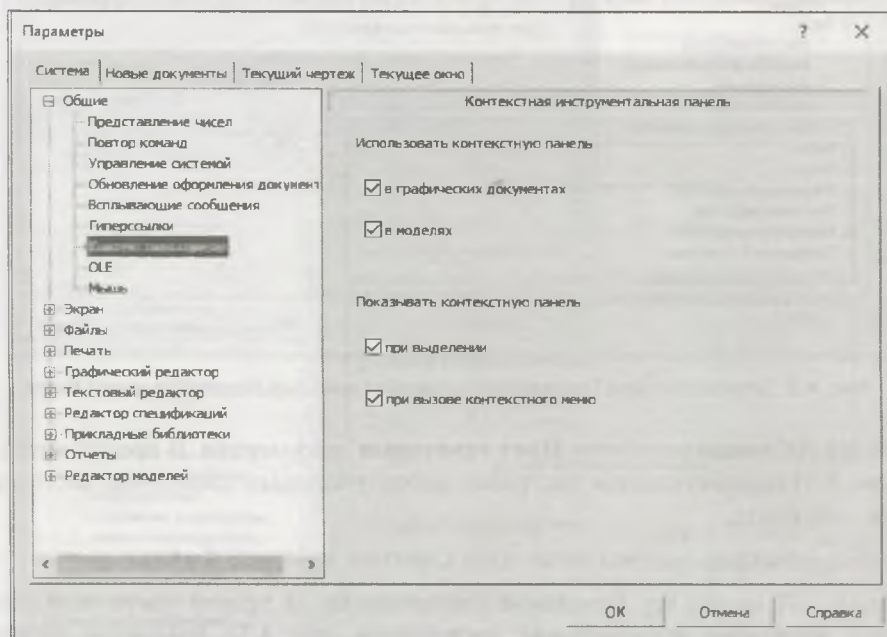

Рис. 4.4. Диалоговое окно Параметры с открытой панелью Контекстная панель
- ◆ щелкните ЛК мыши по пункту **Контекстная панель**. В правой части откроется вкладка **Контекстная инструментальная панель** (рис. 4.4). На этой панели для быстрого вызова команд в графических документах и в моделях включены все опции. Работа с контекстными панелями будет рассмотрена в следующих уроках;